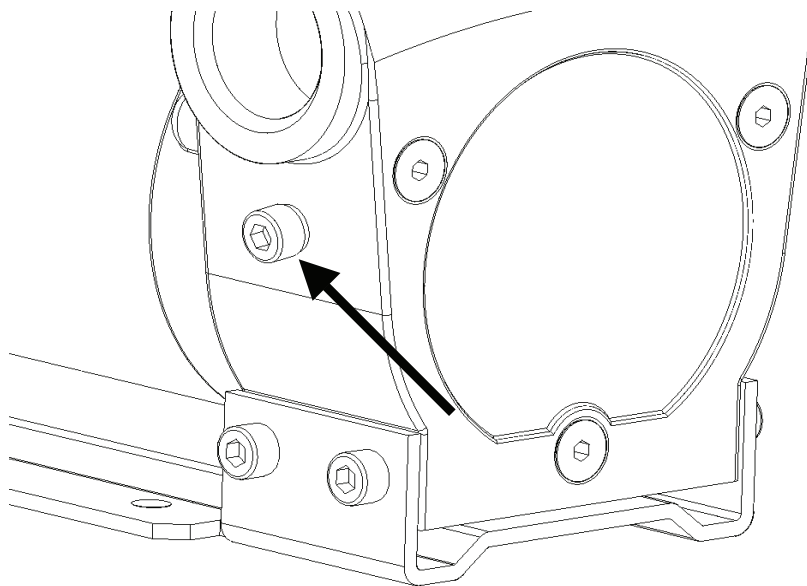

Fig. 3-1: Orifice pour le montage du système "anti-siphonnage", équipé de la vis d'obturation.
- Retirer la vis avec son joint - coté latéral du corps de pompe (s. Fig. 3-1).